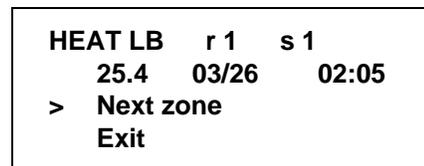

图 233
按 CALIBRATION 键  将以进入下一温度区的屏幕。所显示的第二个温度区是左侧冷冻缸 (LB)。(见图 233。)